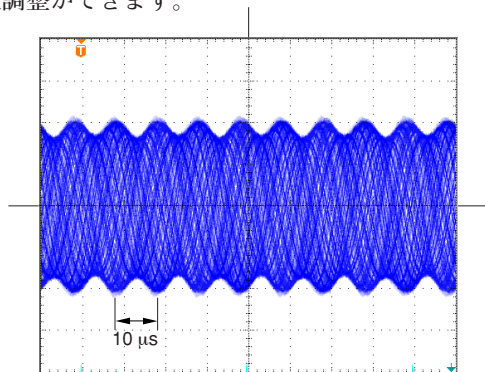

図6-4
③④の調整を交互に数回繰り返し、GBALボリュームの回転によって隣り合う山の高さがずれなくなるまで調整してください。
- ⑤ GBALボリュームを中心付近に設定し、スケールを移動させると図6-4に示すような波形が観測されます。このときPHASEボリュームを調整し、エンベロープリップルが最小になるようにします。また、GBALボリュームも微調整しエンベロープリップルが最小になるようにします。